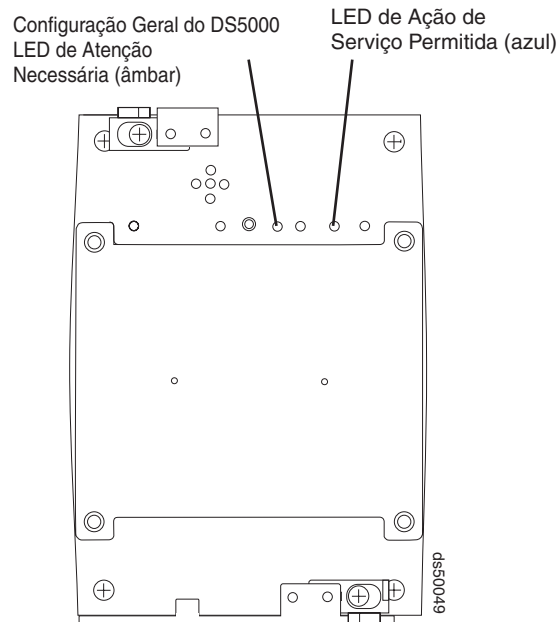

Figura 119. LEDs de Atenção Necessária e de Ação de Serviço Permitida da Unidade de Interconexão de Baterias
4. O LED de status de Ação de Serviço Permitida está ligado? (A Figura 119 mostra o local do LED de status de Ação de Serviço Permitida na unidade de interconexão de baterias).